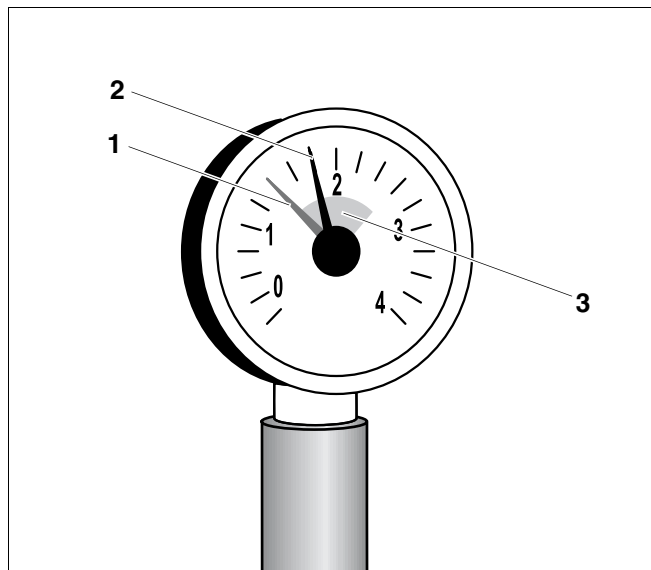

Рис. 6 Манометр для закрытых установок
В закрытых установках стрелка манометра (рис. 6, **поз. 2**) должна находиться в зеленой зоне (рис. 6, **поз. 3**).
Красная стрелка манометра (рис. 6, **поз. 1**) должна быть установлена на требуемое давление. Требуемое давление устанавливает наладчик.
- Проверьте, находится ли стрелка манометра (рис. 6, **поз. 2**) в зеленой зоне (рис. 6, **поз. 3**).
Если стрелка (рис. 6, **поз. 2**) не доходит до зеленой зоны (рис. 6, **поз. 3**), то давление воды слишком низкое. Необходимо восполнить потерю котловой воды, долив подпиточную воду. Для заполнения отопительной установки используйте только необрабатанную водопроводную воду.
- Заполняйте установку подпиточной водой через кран для заполнения и слива до тех пор, пока стрелка манометра (рис. 6, **поз. 2**) не перейдет в зеленую зону (рис. 6, **поз. 3**).